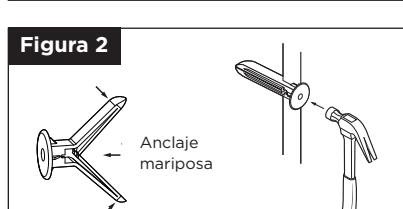

Figura 2
- Junte los extremos del anclaje (Figura 2).
- Inserte el anclaje en el agujero y golpee suavemente con un martillo hasta que el anclaje esté montado en la pared (Figura 2).